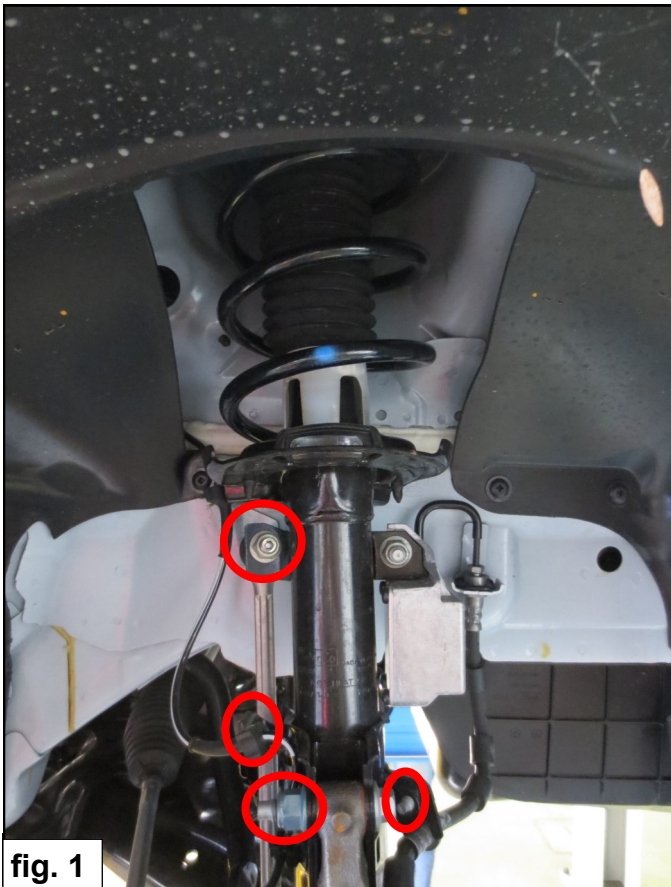

fig. 1
2. Entfernen Sie das Federbein an der Vorderseite nach dem Werkstatthandbuch (fig. 1).
2. Enlevez la jambe de force conformément au manuel d'atelier (*voir figure 1*).